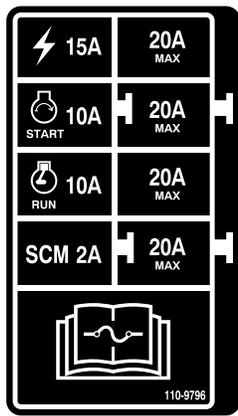

Рисунок 40
**Внимание:** Если необходимо заменить предохранитель, обязательно используйте предохранитель того же типа и той же нагрузки, чтобы не повредить электрическую систему. См. наклейку рядом с предохранителями, на которой изображены все предохранители и значения их номинальных токов в амперах (Рисунок 40).